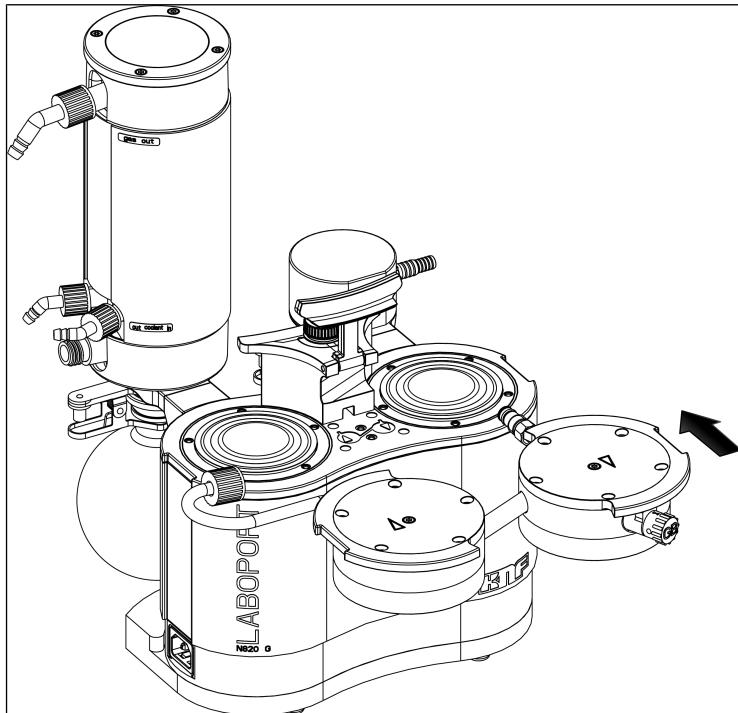

Fig.15: Montaggio della testa pompa
1. Portare le membrane (7) in posizione centrale.
2. Premere sull'intero perimetro del bordo di entrambe le membrane (7).
3. Applicare il coperchio testa (3) in corrispondenza della spina di registro (5) sulla piastra intermedia (6).
4. Applicare la piastra di spinta (2) sul coperchio testa (3), in corrispondenza del tratto a matita.
6. Applicare le teste pompa (composte da coperchio testa (3), piastra intermedia (6), con le piastre portavalvola/le guarnizioni (4) e la piastra di spinta (2)), assieme al tubo di allacciamento, sulla carcassa della pompa, in corrispondenza del tratto a matita (vedere Fig. 15).
**i** Durante tale fase, accertarsi che il collegamento tubo flessibile (11) venga introdotto in rettilineo nell'adattatore del separatore.
7. Avvitare manualmente di 1-2 giri la vite a risvolto del collegamento tubo flessibile (11).